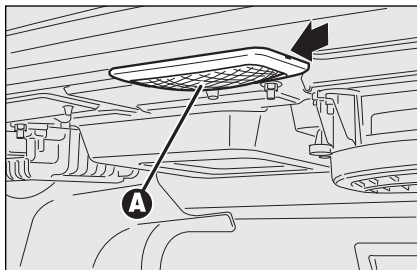

fig. 50
- maak de lichtunit **A-fig. 50** op het door de pijl aangegeven punt los;